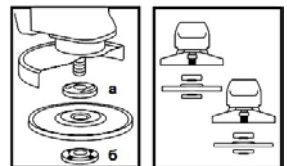

Рисунок 2
4.4 Встановіть на виріб шліфувальний або відрізний круг. Для цього натисніть на кнопку фіксації шпинделя (1) і перевірте шпиндель до положення фіксації.
За допомогою фланцевого ключа з комплекту виробу відверніть і зніміть затискну гайку (6) (дивіться рисунок 2). Встановіть шліфувальний диск на посадкове місце фланцевої шайби (а) (рисунок 2), наживіть рукою затискну гайку на шпиндель і затягніть її ключем з комплекту виробу. Відпустіть кнопку фіксації шпинделя і переконайтеся в тому, що кнопка звільнена, через дво- або триразове натискання. Перевірте диск і переконайтеся, що шпиндель розблокований.